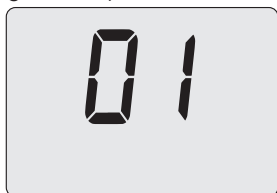

Figura 7.11
- Premendo il tasto 16 (Figura 7.2) sul display LCD appare il valore del parametro P06 (Figura 7.11).